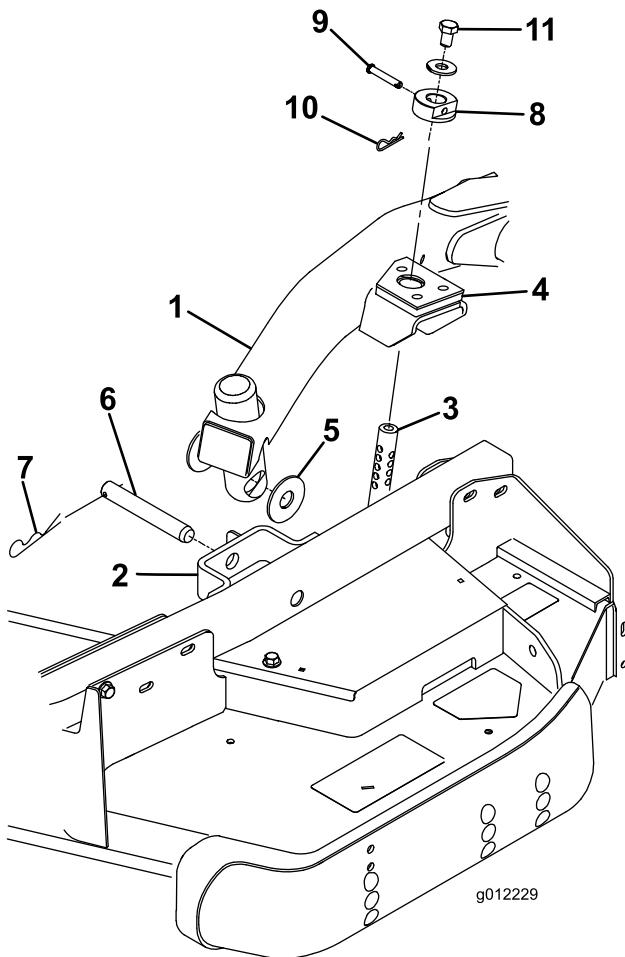

Figure 3
- Placez le levier de relevage en position de flottement. Poussez un bras de relevage vers le bas jusqu'à ce que ses trous soient alignés sur ceux du support du bras pivotant. Il est alors possible d'introduire la tige de réglage de hauteur de coupe dans les patins du bras de levage (Figure 3).
- Fixez le bras de relevage au bras pivotant avec (2) rondelles de butée, un axe de chape et une goupille fendue. Placez les rondelles de butée entre le bras de relevage et le support de bras pivotant (Figure 3). Insérez l'extrémité de la goupille fendue dans la fente de la patte du bras pivotant pour retenir la goupille fendue.
- Montez les bagues de hauteur de coupe sur les tiges de réglage de hauteur de coupe et fixez-les avec les axes de chape et les goupilles fendues (Figure 3). La tête de l'axe de chape doit être dirigée vers l'avant du plateau.
- Montez un boulon (1/2 x 3/4 po) et une rondelle au sommet de chaque tige de réglage de hauteur de coupe (Figure 3).